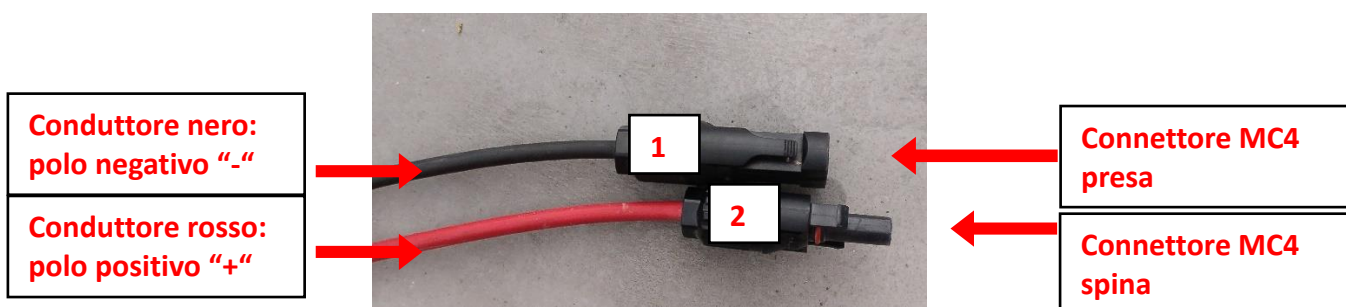

Figura 51 - Cavi in derivazione dal quadro di stringa
- Isolare il tratto di cavo che sarà da intestare con connettore tipo MC4 (Figura 51).
Intestare i cavi "+" e "-" in derivazione dal quadro di stringa con connettori tipo MC4 (non forniti), come mostrato in Figura 51.